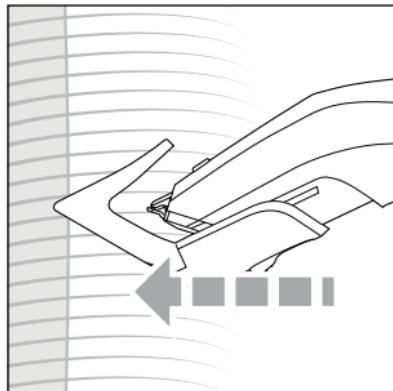

Fig. 7
- Tenez l'appareil de telle manière que le sabot ⑩/⑪ ou la tête de coupe ① soit le plus plat possible sur la tête et que la lame de coupe pointe vers le cuir chevelu (voir fig. 7). Passez l'appareil dans les cheveux de manière uniforme et dans un sens seulement, pour éviter que les cheveux ne s'accrochent dans la tête de coupe ①.